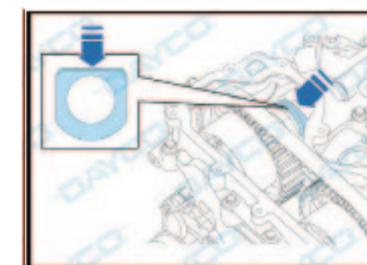

Fig. 1.2
- Gire el eje del motor en sentido horario hasta llevar el eje de levas de aspiración a la posición indicada: la parte plana debe estar dirigida hacia arriba (Fig. 1.2).